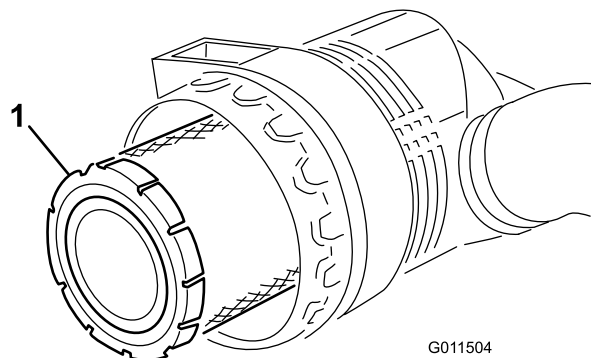
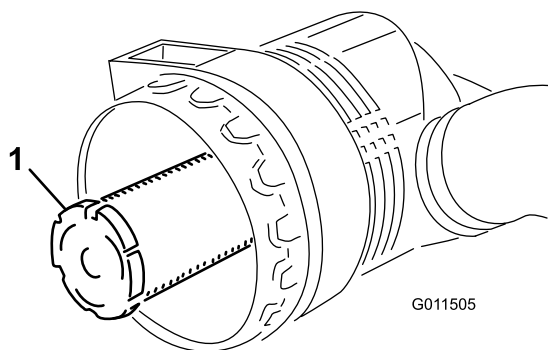

Figura 49
Figura 50
3. Retire o filtro primário (Figura 49). Não se recomenda a limpeza do elemento usado devido a possibilidade de danos no meio do filtro. Inspeccione o filtro novo para ver se sofreu danos durante o transporte, verificando a extremidade vedante do filtro e o corpo. Não utilize um elemento danificado. **Não** retire o filtro de segurança (Figura 50).
Importante: Nunca tente limpar o filtro de segurança (Figura 50). Substitua o filtro de segurança após três operações de manutenção do filtro primário.
4. Substitua o filtro primário (Figura 49).